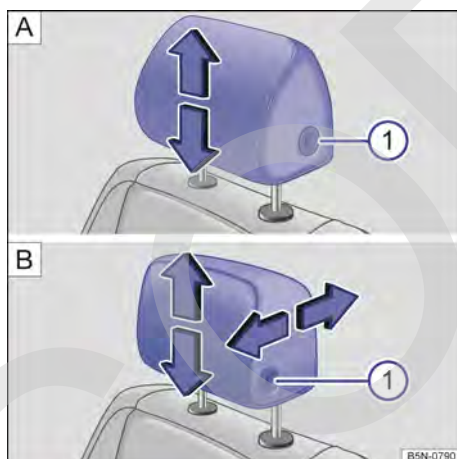
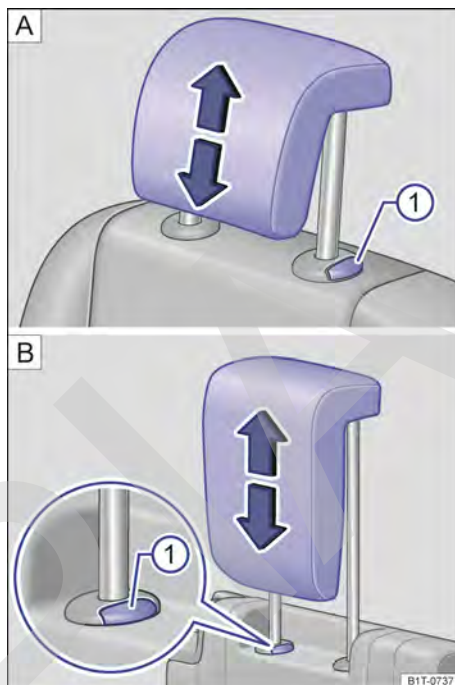

Fig. 92 Ajuste de los apoyacabezas delanteros: **A**) Sin posibilidad de ajuste longitudinal, **B**) con posibilidad de ajuste longitudinal.
Fig. 93 Ajuste de los apoyacabezas traseros: **A**) Segunda fila de asientos, **B**) tercera fila de asientos.
- Desplace el apoyacabezas hacia arriba o hacia abajo en el sentido de la flecha correspondiente; en caso necesario, presione al mismo tiempo la tecla → **fig. 92** **!** o → **fig. 93** **!** → **!** en *Introducción al tema* de la pág. 116.
- Desplace el apoyacabezas hacia delante o, a la vez que presiona la tecla → **fig. 92** **!**, hacia atrás en el sentido de la flecha correspondiente.